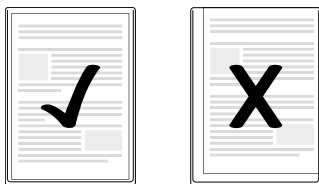

Fig. 1
- ▶ Certifique-se de que todas as margens do documento se situam a pelo menos dois milímetros de distância da margem do saco de película, como representado na fig. 1.